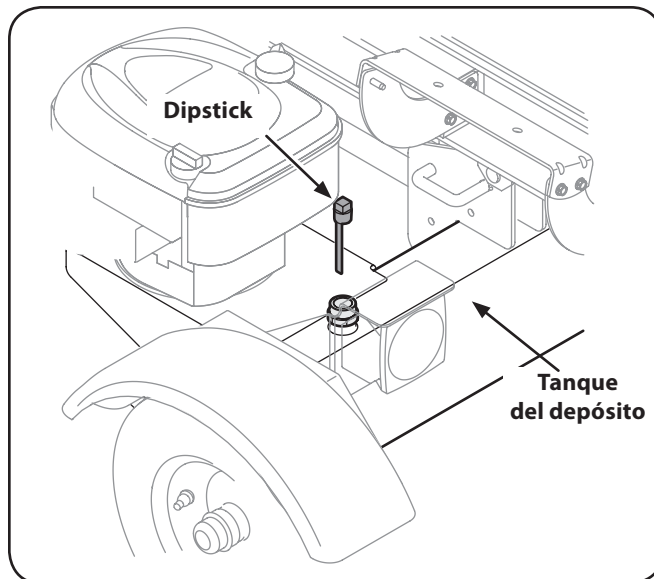

Figura 3-7
3. Controle el nivel de líquido con la varilla de nivel. Vea la Figura 3-7. No llene el depósito en exceso.